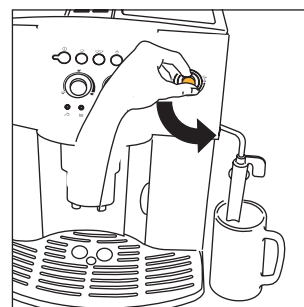
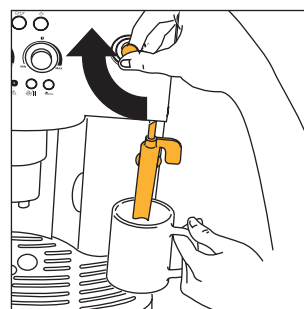
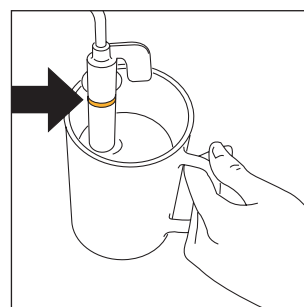

Рис. 5
Рис. 23
Рис. 24
3. **СРАЗУ ЖЕ ПОСЛЕ ЭТОГО В ТЕЧЕНИЕ МАКСИМУМ 30 СЕКУНД** поверните ручку регулятора пара против часовой стрелки до упора, рис. 5 (появление шума в кофеварке – нормальное явление).
- Поверните регулятор подачи пара против часовой стрелки на половину оборота, рис. 5, горячая вода потечет из устройства для взбивания молока, начиная заполнять стоящую под ним емкость.
- **Сразу же после этого, максимум в течение одной минуты** (иначе кофеварка автоматически вернется на функцию приготовления кофе) поместите устройство для взбивания молока в емкость, в которой содержится молоко, рис. 23, не превышая рельефную линию, нанесенную на само устройство (указана стрелкой на рис. 24). Поверните регулятор подачи пара против часовой стрелки на половину оборота, рис. 5. Будьте осторожны, чтобы не обжечься. Из устройства для взбивания молока выйдет пар, который придаст молоку вид пены и увеличит его объем. Для того, чтобы пена была более густой, погрузите устройство для взбивания молока в молоко и вращательными медленными движениями поднимайте емкость. Рекомендуется подавать пар не более 2 минут подряд.
- Несколько секунд выпускайте воду или пар, повернув ручку регулятора пара против часовой стрелки до упора, рис. 5.